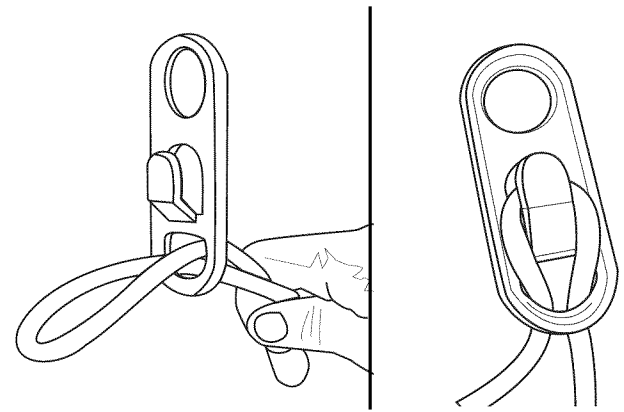

Fig. 2
2. Empuje el lazo a través del agujero en la parte inferior del retén (Fig. 2).
3. Deslice el lazo sobre la abrazadera de sujeción y tire hacia abajo hasta que el cable ajuste firmemente (Fig. 2).